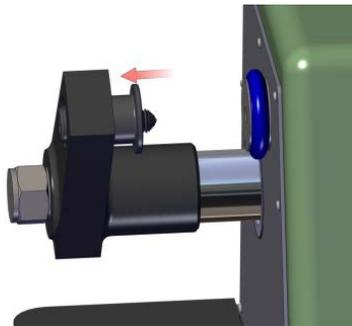
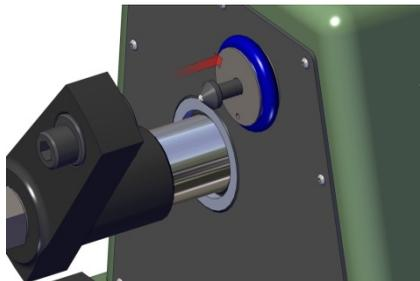
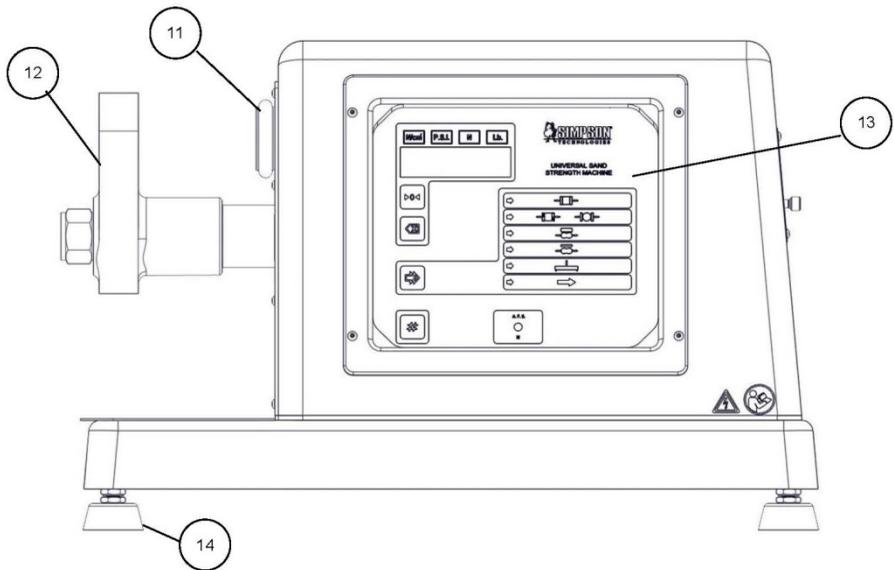

Abb. 6.2.1
Abb. 6.2.2
Abb. 7.3: Vorderansicht
3. Nach ca. fünf Sekunden erscheint auf dem Display der Begrüßungstext "HELLO" (Abb. 7.3 & 7.4, Pos. 13B). Drücken Sie eine beliebige Taste viermal hintereinander während der Begrüßungs-text angezeigt wird, um in den Kalibriermodus zu wechseln.
4. Nachdem der begrüßungstext (HELLO) erloschen und der Kalibriermodus angewählt ist, werden auf dem Display nacheinander drei Meldungen ausgegeben. "SET-UP", "CALib" und "rESET." Wählen Sie nun den gewünschten Modus durch Betätigen der "Start" -Taste (Abb. 7.3 & 7.4, Pos. 13F) aus, wenn dieser auf dem Display erscheint.
5. Kalibriermodus wie unter Schritt 2 bis 5 dargestellt anwählen und anschließend die "Start"- Taste drücken (Abb. 7.3 & 7.4, Pos. 13F) sobald "CALib" auf dem Display erscheint (Abb. 7.3 & 7.4, Pos.).
6. Auf dem Display erscheint abermals der Begrüßungstext "HELLO" und die Kraftanzeigelampe "N/cm²" (Abb. 7.3 & 7.4, Pos. 13A) fängt an zu blinken. Sobald diese Lampe blinkt, die "Start"- Taste drücken. Es erscheint ein weiteres Mal der Begrüßungstext "HELLO", der jedoch unmittelbar durch die "0" abgelöst wird, wodurch signalisiert wird, dass die Maschine "genullt" ist. Die Kraftanzeigelampe "N" (Newton) (Abb. 7.3 & 7.4, Pos. 13A) beginnt zu blinken.
- Die, mit der mechanischen Lastzelle (Modell 42125) mitgelieferten und einstellbaren Aufnahmekugeln (fest und beweglich) an das Gerät montieren. Auf der beweglichen Seite wird die Aufnahme (Abb. 7.3, Pos. 12) vorsichtig in die Öffnung geschoben (siehe Abb. 6.2.1). Achten Sie darauf, dass die Kalibrieraufnahmen und verjüngten Aufnahmen sauber und frei von Sand sind. Die feststehende Aufnahmekugel vorsichtig in die mittlere Öffnung an der Klemmhalterung einführen (Abb. 7.3, Pos. 11). (siehe Abb. 6.2.2 und 6.2.3).
11. Lastzelle zwischen feststehender Klemmbacke (Abb. 7.3, Pos. 11) und beweglicher Klemmbacke (Abb. 7.3, Pos. 12) einsetzen. (Siehe Abb. 6.2.4).
14. Sobald die korrekte Abweichung von 0,01 mm an der mechanischen Lastzelle eingestellt ist, den auf dem digitalen Display (Abb. 7.3 & 7.4, Pos. 13B) angezeigte Wert für die Last (in Newton) überprüfen. Wenn der angezeigte Wert nicht korrekt ist, die Anzeige wie in Schritt 15 beschrieben korrigieren, andernfalls in der Kalibrierung mit Schritt 16 fortfahren.
- » Schnelles erhöhen - "Zero"-Taste drücken (Abb. 7.3 & 7.4, Pos. 13C)
- » Schnelles vermindern - "Test Selektion"-Taste drücken (Abb. 7.3 & 7.4, Pos. 13E)
- » Langsames erhöhen - "Clear Display" Taste drücken (Abb. 7.3 & 7.4, Pos. 13D)
3. Nach ca. fünf Sekunden erscheint auf dem Display der Begrüßungstext "HELLO" (Abb. 7.3 & 7.4, Pos. 13B). Drücken Sie eine beliebige Taste viermal hintereinander während der Begrüßungstext angezeigt wird, um in den Kalibriermodus zu wechseln.
5. Über die Option "SET-UP" wird der Inhalt des Gerätereisters gesetzt. Um die "SET-UP"-Option anzuwählen, die "Start" - Taste drücken (Abb. 7.3 & 7.4, Pos. 13F) während auf dem digitalen Display die Meldung "SET-UP" angezeigt wird. Anschließend erscheint auf dem Display der Begrüßungstext "HELLO" gefolgt von einer Reihe an Zahlen. Von links nach rechts gelesen: Die erste Zahl steht für das Register, die letzte Zahl informiert über dessen Inhalt. Die Inhaltswerte sollten mit den Werten in der nachstehenden Tabelle übereinstimmen.